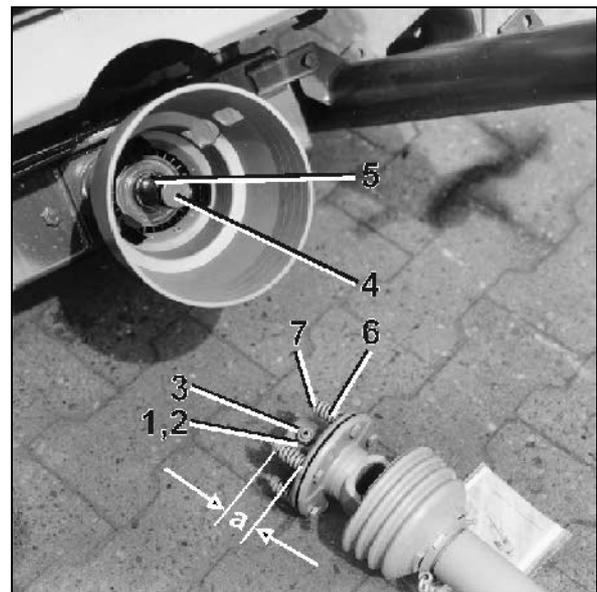

Fig. 33
Bei häufigem Abscheren der Scherschraube zwischen Anschlussgabel- und Getriebeeingangswellenflansch und bei Schleppern mit hart eingreifender Zapfwellenkupplung wird die Walterscheid-Gelenkwelle mit Reibkupplung empfohlen (Fig. 33).
7. Kontermutter (Fig. 33/1) in Anschlussgabel von Reibkupplung lösen (bis der Gewindestift nicht mehr nach außen über die Kontermutter hinausragt), Innensechskant-Gewindestift (Fig. 33/2) herausdrehen und prüfen, ob sich die Anschlussgabel leicht auf die Getriebewelle aufschieben lässt.
10. Anschlussgabel (Fig. 33/3) mit Fett bis zum Anschlag auf die Getriebeeingangswelle (Fig. 33/4) aufstecken.
Auf vollständige Überdeckung der Passfeder (Fig. 33/5) achten!
11. Spezialgelenkwelle gegen axiale Verschiebung sichern. Hierzu Gewindestift mit Innensechskantschlüssel fest anziehen und mit Mutter (Fig. 33/1) kontern.
1. Kontermutter (Fig. 33/1) in Anschlussgabel von Reibkupplung lösen. Gewindestift (Fig. 33/2) herausdrehen.